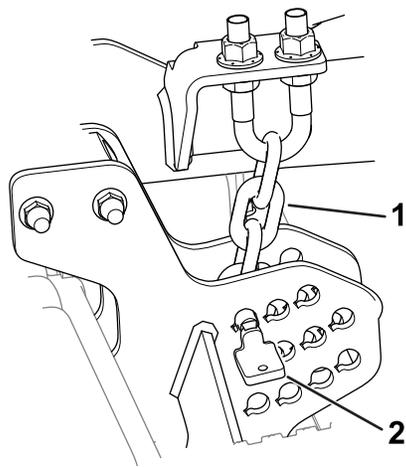

Bild 9
1. Entfernen Sie die Stifte, mit denen die Schnitthöhenketten am Heck des Mähwerks befestigt ist (Bild 9).
Der Stift sollte in das unterste Glied der Schnitthöhenkette eingebaut werden. Die Kette (Bild 9) sollte nicht verdreht sein.